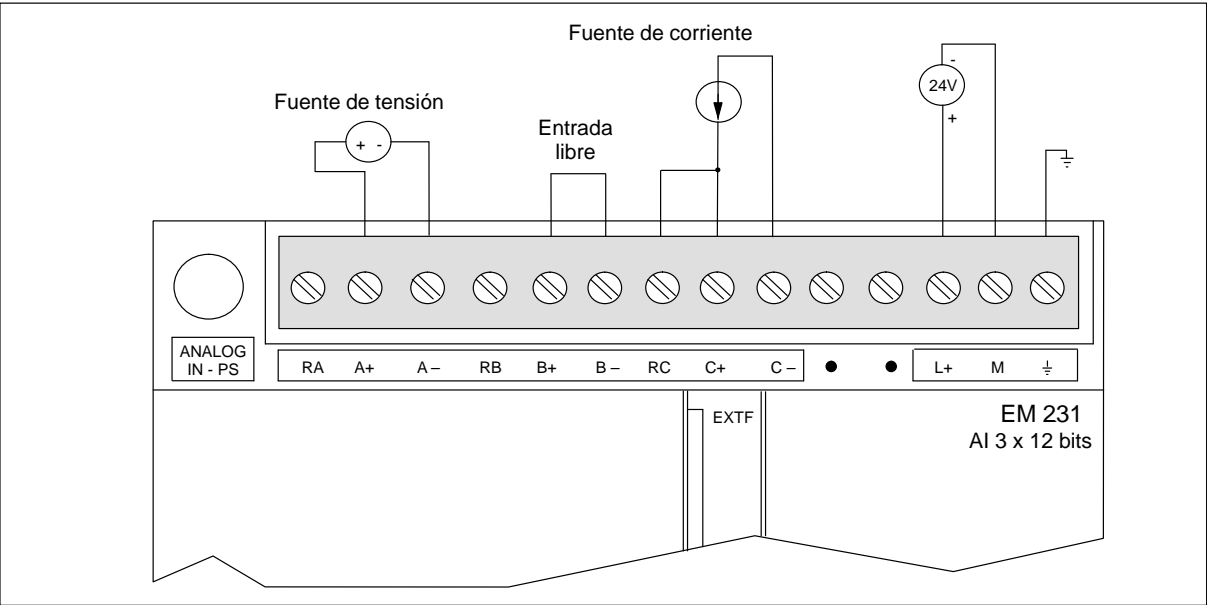

Figura A-33 Identificación de terminales de conexión para el EM231, 3 entradas analógicas AI de 12 bits
- Desvíe las entradas de los canales no utilizados, como muestra la figura A-33.